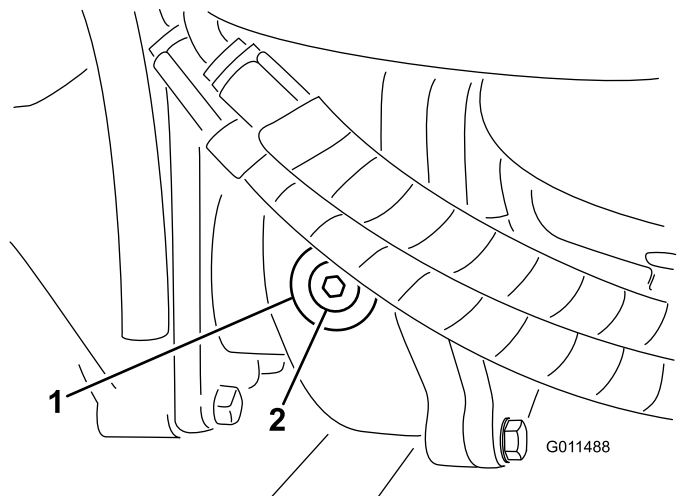

Bild 95
- Entfernen Sie die Prüf-/Füllschraube an der linken Getriebeseite (Bild 95) und stellen sicher, dass der Schmierstoff die Unterseite des Lochs erreicht. Füllen Sie bei einem niedrigen Stand genug Schmiermittel auf, um den Stand bis an die Unterseite des Lochs anzuheben.